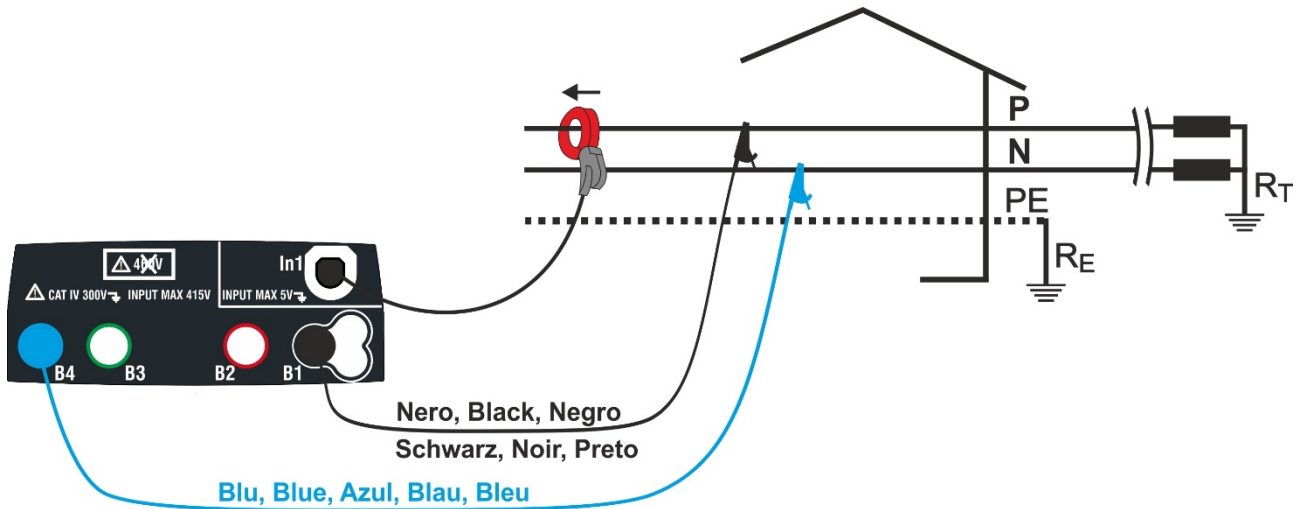

Abb. 36: Verbindung zur Messung der Einphasigen System
4. Stecken Sie die Stecker in die blau-weißen der einzelnen Adern in die entsprechenden Eingangsbuchsen des Instruments **B4, B1**. Stecken Sie das freie Ende der Kabel bleiben die entsprechenden Krokodile oder Tipps. Verbinden Krokodile, führt zu der Testphase P und N gemäß Abb. 36 für die Messung der Spannung in einzelnen Phase oder Phasen L1 und L2 gemäß Abb. 37 für die Messung von Spannung in einem ausgeglichenen Dreiphasensystemen. Verbinden Sie die Klemme Eingang **In1** außerhalb des Instruments und auf die Phase einphasig oder dreiphasig ausgewogene Systeme für Phase L3. Der Pfeil auf der Klemme muss die Richtung zu folgen, in dem der Strom fließt in der Regel von dem Generator an die Last, wie in Abb. 36 und Abb. 37 gezeigt